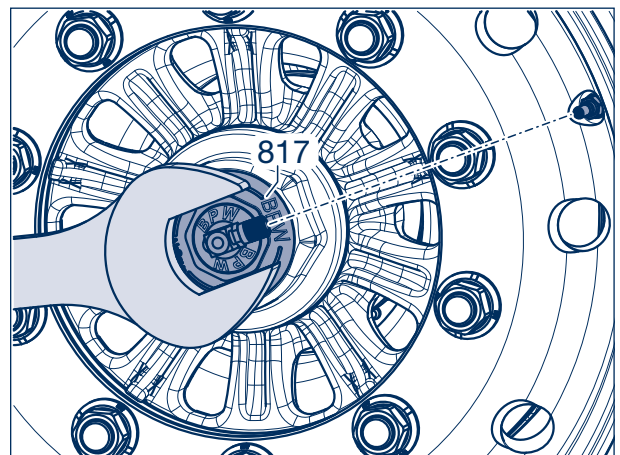

Bild 9
- [4] HubCapAdapter (817) mit einem Schraubenschlüssel (SW 55) oder einer Zange soweit verdrehen, bis die Verschraubung des Rotors an dem Ventilschlauch angeschlossen werden kann (siehe Bild 9).